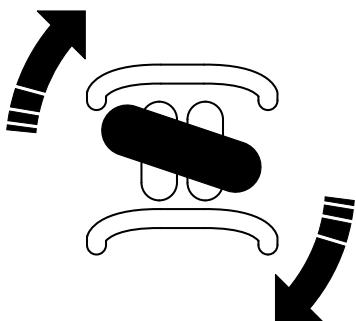

Figura 16
- Para girar a la derecha, gire el control de tracción en el sentido de las agujas del reloj (Figura 16).